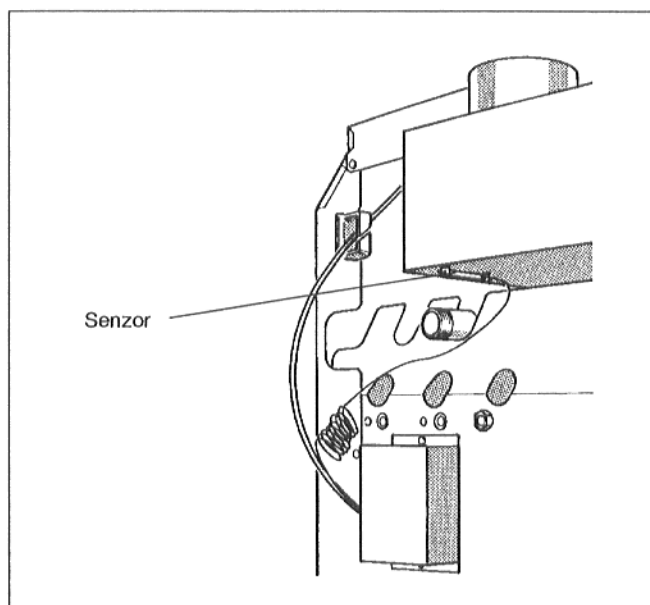

Fig. 38: Senzor de control al gazelor de ardere
- Se deșurubează dispozitivul de control al gazelor de ardere de pe instalația de evacuare (Fig. 38).